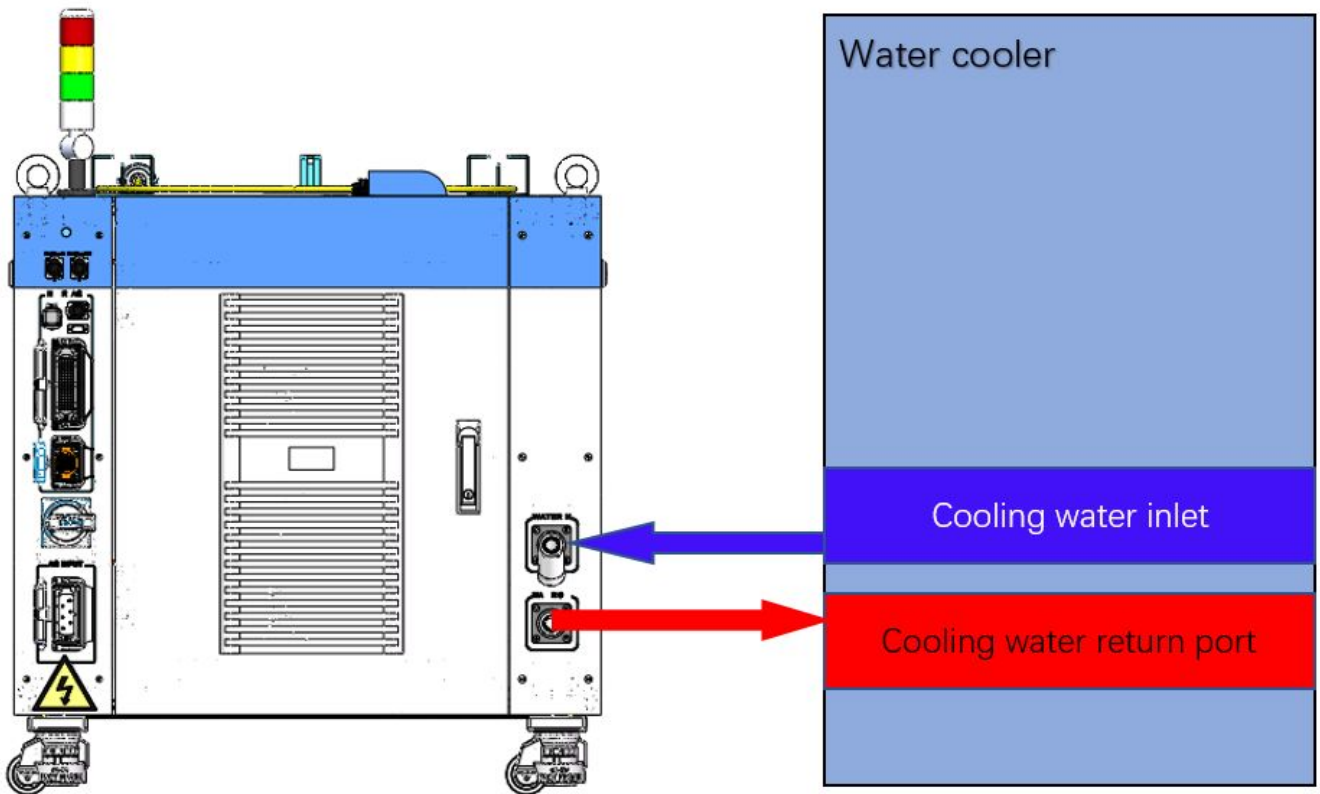

图 6 激光器冷却系统连接示意图
- a) 激光器冷却水连接如图 6 所示（以 C8000M-HP 为例），箭头方向表示水流方向；